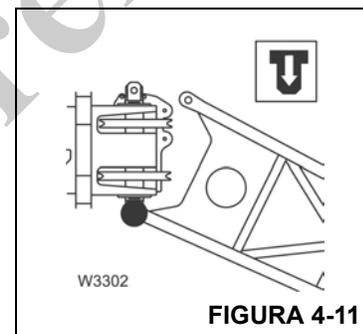

FIGURA 4-11
4. Eleve a extensão de duas seções na frente da lança principal com o guindaste auxiliar e trave a seção de 33 pés (10,1 m) à direita da cabeça da lança principal (Figura 4-11).